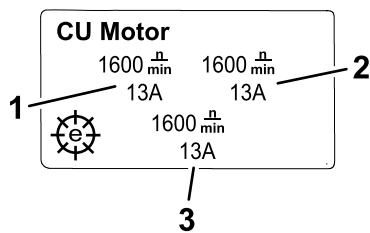

Figura 21
- **Ecrã de informação do motor da UC** (Figura 21): mostra a velocidade e tensão de cada motor do cilindro.